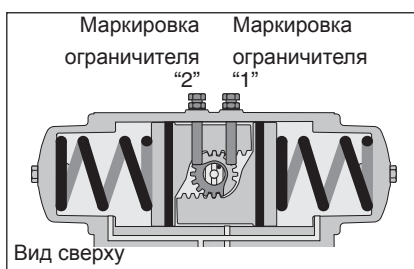

Рис. 1 Ограничители хода
10.4 Сборка ограничителей хода (рис. 1)